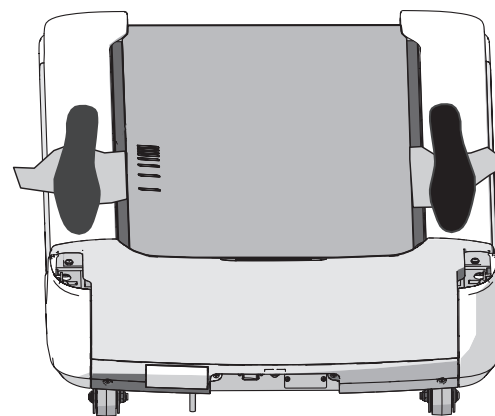

Figure 2
7. Restez bien debout sur les deux extrémités du linge, en veillant à ne pas poser vos pieds sur la bande de course du tapis de course (Figure 2). Tenez-vous bien aux poignées ou aux rampes latérales.